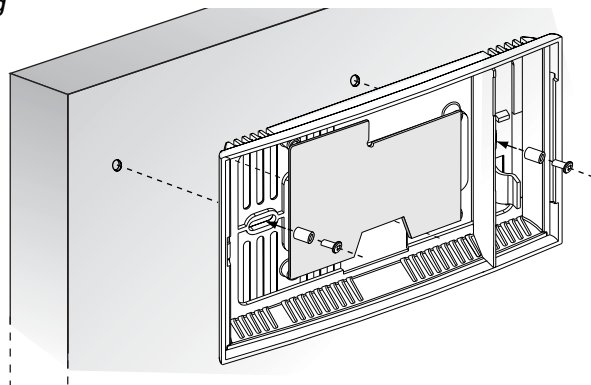

Fig. 1
Per l'apertura della sonda si deve procedere come illustrato in Fig. 2, per il fissaggio (come in fig. 1):
• per il montaggio su parete si consiglia di utilizzare i tasselli (S5 + viti 3,5x45) mentre per il montaggio sul pannello metallico si consiglia l'utilizzo delle viti (M3x25). **N.B.:** per evitare di danneggiare il sensore durante l'avvitamento delle viti e di provocare un eventuale messa a terra della calza di protezione del sensore, si consiglia l'uso dei distanziali (vedi Fig. 1) presenti nel kit di fissaggio all'interno dell'imballo.
In order to open the probe you have to operate as explained in Fig. 2; in order to fasten it, see figure 1:
• whereas for the metallic panel mounting it is advisable to use the screws (M3x25). **N.B.:** to avoid damaging the sensor during the screwing of the screws and causing a possible earth connection of the sensor protection shield, it is advisable to use the spacers (see Fig. 1) contained in the fastening kit within the packaging.